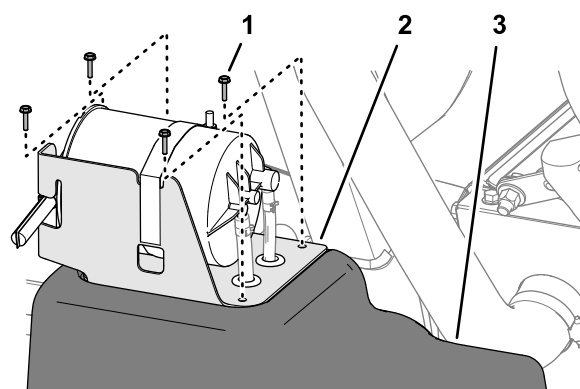

Figure 92
5. Alignez les trous dans le support du filtre à charbon actif et les trous dans le réservoir de carburant (Figure 92).
6. Fixez le support sur le réservoir (Figure 92) à l'aide des 4 vis (n° 10 x ¾").